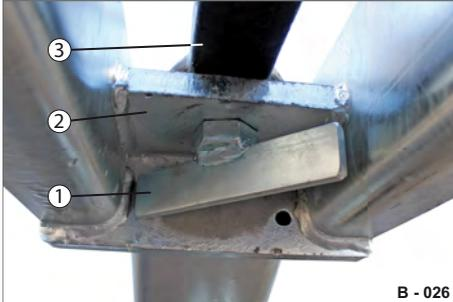
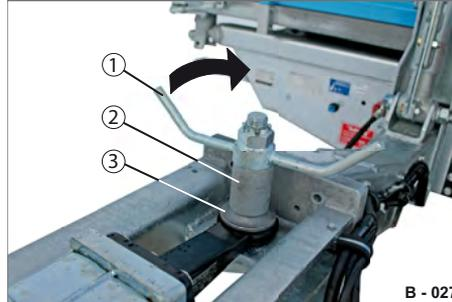

Abb. 35 Zugöse D40 oben angeschlagen
Abb. 36 Zugöse D40 oben sichern
▶ Stecken Sie die Befestigungsschraube (Abb. 35/1) von unten durch die Halterung (Abb. 35/2) und die Zugöse (Abb. 35/3).
- ▶ Stecken Sie die Scheibenaufgabe (Abb. 36/3), den Abstandshalter (Abb. 36/2) von oben auf die Befestigungsschraube an die Zugöse (Abb. 35/3).
- ▶ Schrauben Sie die Flügelmutter (Abb. 36/1) auf die Befestigungsschraube auf.